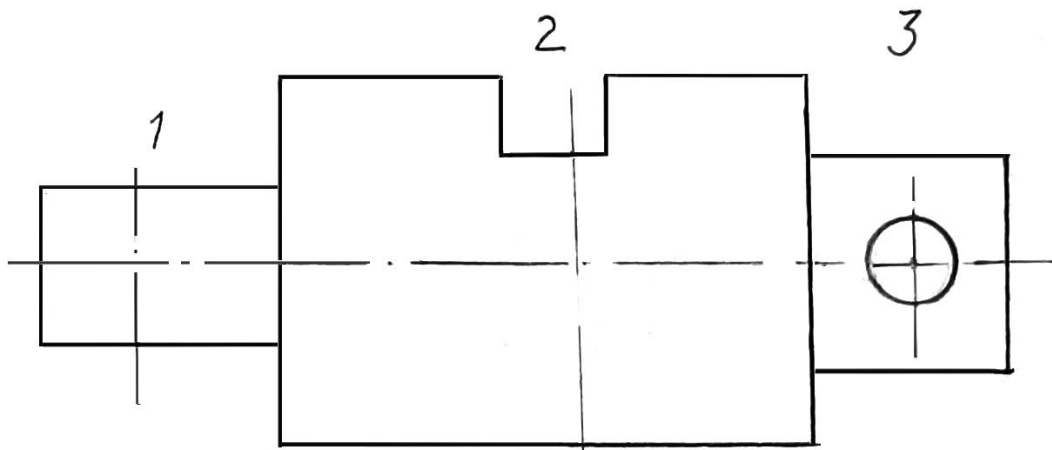

Рисунок 2 – Главный вид валика
2. **Выполнить:** перерисовать главный вид валика в масштабе 1:1. Рис. 2 (вид слева не чертить).